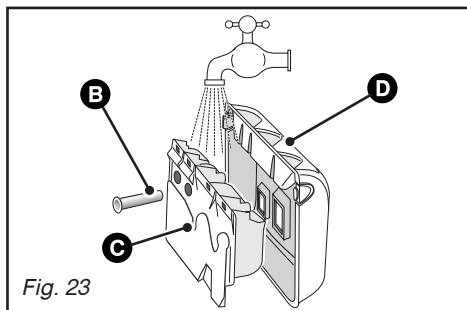

Fig. 23
- retirez le siphon **B** situé à l'arrière de la boîte **C** et séparez cette dernière de son enjoliveur avant **D** (*Fig. 23*)